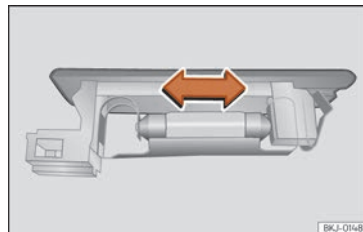

Abb. 114 Gepäckraumleuchte*
- Drücken Sie die Glühlampe zur Seite und nehmen Sie sie aus ihrer Halterung heraus »» Abb. 114.